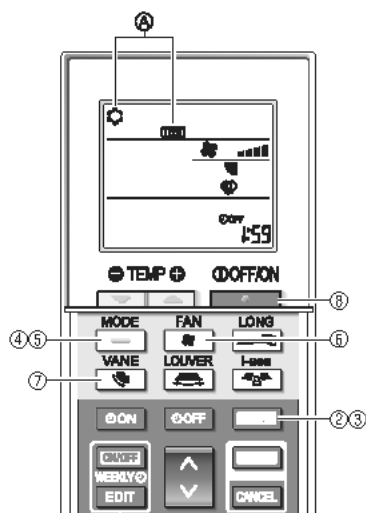

Fig. 8-5
- ① Slå på strømmen til enheten i minst 12 timer før testkjøringen.
- ② Trykk på []-knappen i 5 sekunder. (Fig. 8-5)
- ③ Trykk på []-knappen.
- ④ [TEST] og gjeldende driftsmodus vises. (Fig. 8-5)
- ④ Trykk på []-knappen for å aktivere avkjølingsmodus, og kontroller om kald luft blåses ut fra enheten.
- ⑤ Trykk på []-knappen for å aktivere oppvarmingsmodus, og kontroller deretter om varm luft blåses ut fra enheten.
- ⑥ Trykk på []-knappen, og kontroller deretter om viftens hastighet endrer seg.
- ⑦ Trykk på []-knappen, og kontroller om auto-spjeldene fungerer som de skal.
- ⑧ Trykk på []-knappen for å stoppe testkjøringen.